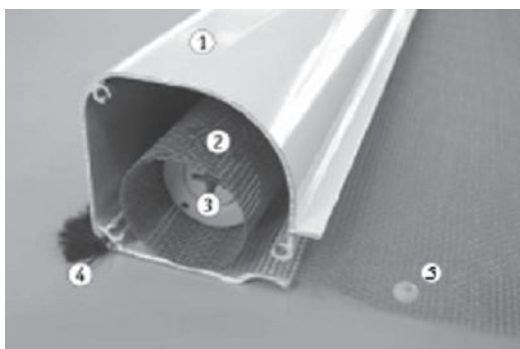

Рисунок 1.1 Кассета
В кассете (1) помещается сетка (2), свернутая вокруг алюминиевой трубы диаметром 27,2 мм. Щетка (4) крепится с наружной стороны кассеты. В трубе находятся пружина и подшипник под давлением, чтобы обеспечить натяжение сетки вокруг трубы правильно и крепко. С помощью пружины сетка скручивается в кассету постепенно и равномерно. Двойные кнопки (5) пробиты в сетке по краям. Кнопка состоит из двух частей. Первая часть проходит сквозь сетку, вторая часть прикрепляется к первой с другой стороны сетки. (Рис.1.1)